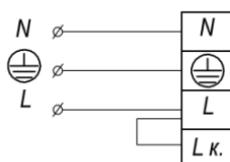
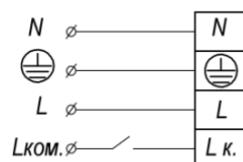

Рисунок 4
Рисунок 5
- Присоединить провода питания (L, N и заземляющий провод) к соответствующим зажимам клеммной колодки (рисунок 4). При наличии коммутируемой цепи необходимо удалить перемычку L-Lk. и подключить коммутируемую фазу к клемме Lk. (рисунок 5).